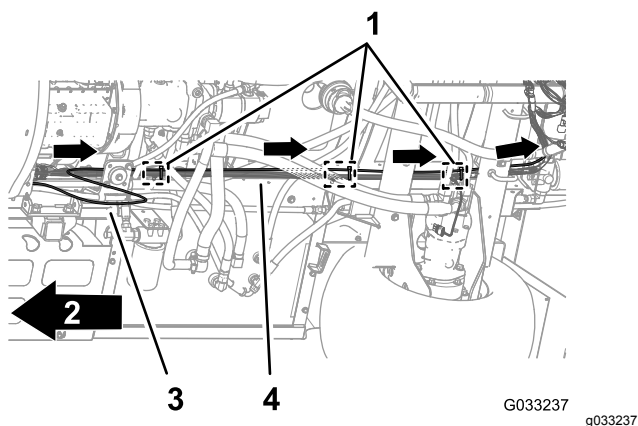

**Figura 120**
7. Per facilitare il collegamento del cablaggio elettrico di navigazione e del cablaggio dati, assicuratevi che il connettore a 1 presa del cablaggio preassemblato posteriore e il connettore a 4 prese del cablaggio preassemblato posteriore siano allineati alla parte superiore del cablaggio (Figura 120).